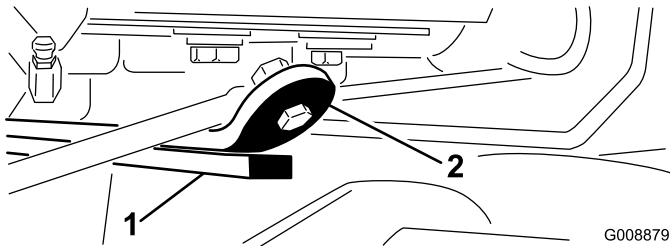

Bild 28
- 3. Lassen Sie den Motor an, heben die Hubarme an und prüfen, ob der Abstand zwischen der Abnutzungsleiste an der Oberseite des Heckmähwerks und des Stoßstangenstreifens zwischen 0,51-2,54 mm liegt (Bild 28).